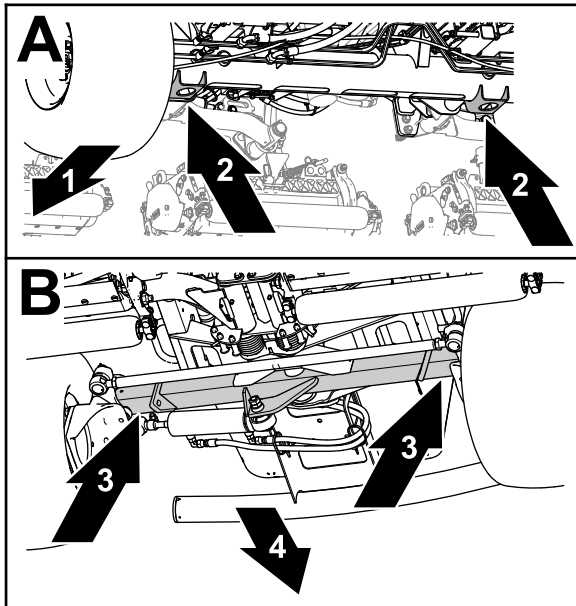

Bild 103
- Front: Die Wagenheberaufnahmen des Vorderachsrohrs (Bild 103).